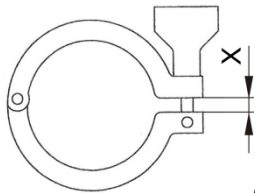

Abb. 1
- ⇒ Klemme nur in einwandfreiem Zustand montieren (Abb. 1).